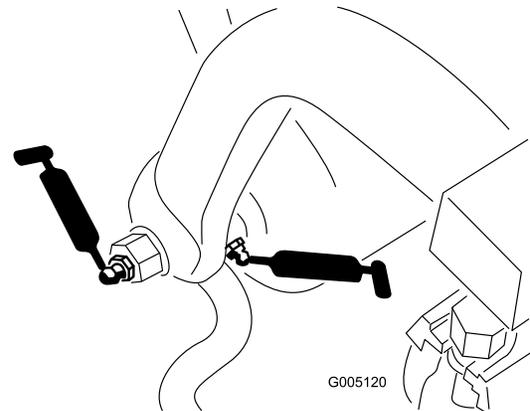

Figure 32
- Axe et rouleau de cadre de traction (12) (Figure 32)